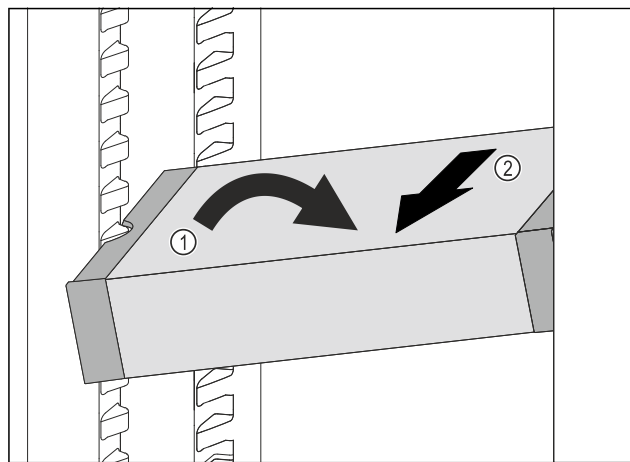

Fig. 124
- 在冷藏区中倾斜 VarioSafe。 Fig. 124 (1)
- 向前取出 VarioSafe。 Fig. 124 (2)